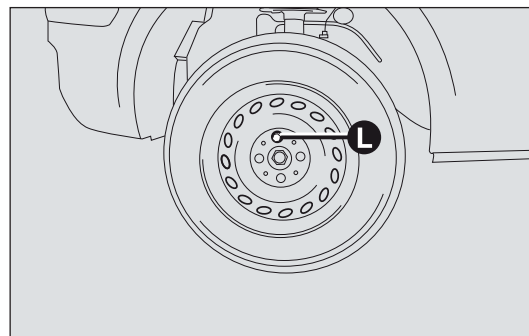

fig. 125
- ☐ togliere la coppa ruota (se presente) dopo aver svitato i tre bulloni che la fissano ed infine svitare il quarto bullone L-fig. 125 ed estrarre la ruota;